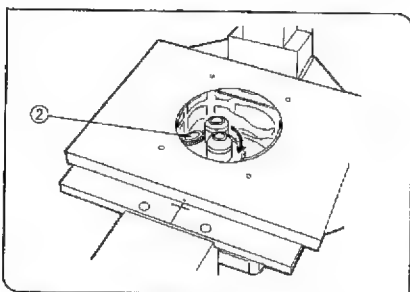

図 21
★倒立顕微鏡では対物レンズの先端が上向きになりますから、レンズにほこりが付着し易くなります。また対物レンズを取付けないレボルバのねじ穴にはキャップ②をしてください。(図21)